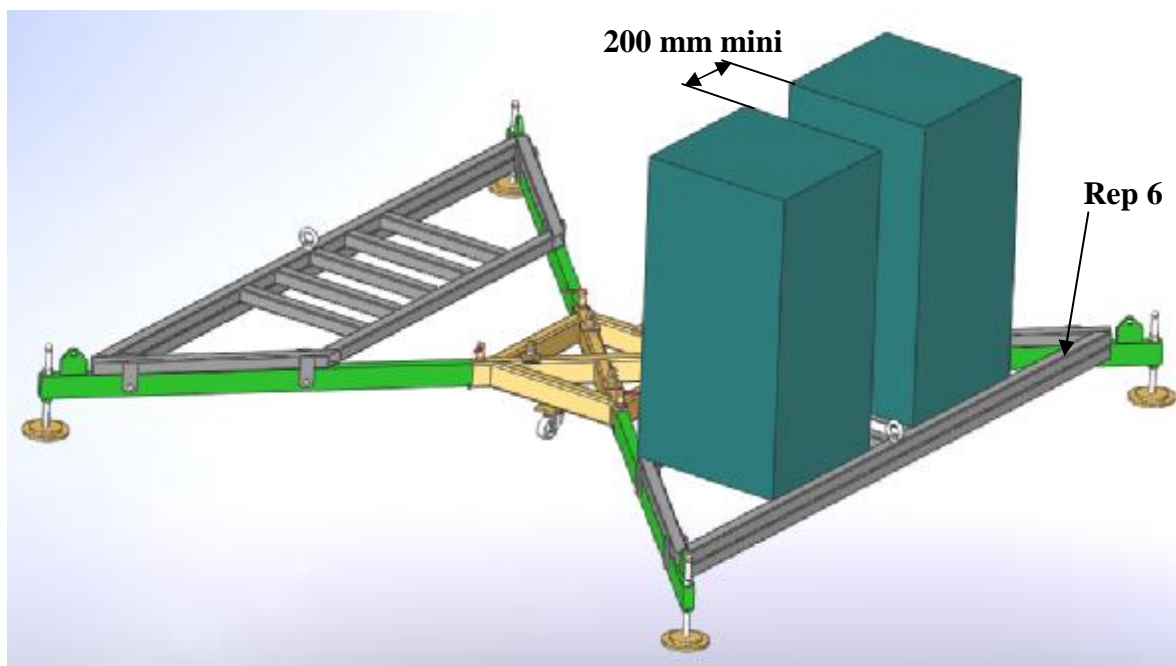

fig.5
c) Placer les lests arrières (rep. 7) sur le châssis support lest (rep. 6) avec un espacement d'au moins 200mm (fig.5).